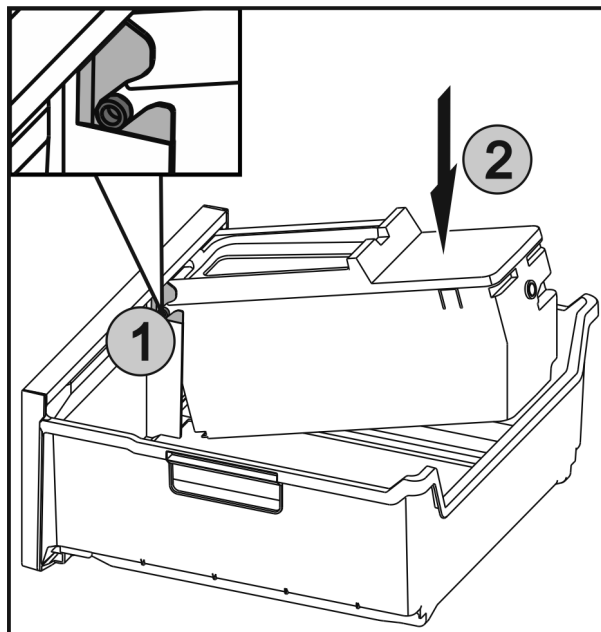

Fig. 62
- Die Achsen Fig. 62 (1) an EasyTwist-Ice in die Führungen einschieben und die hintere Seite Fig. 62 (2) bis die Lasche einrastet drücken.